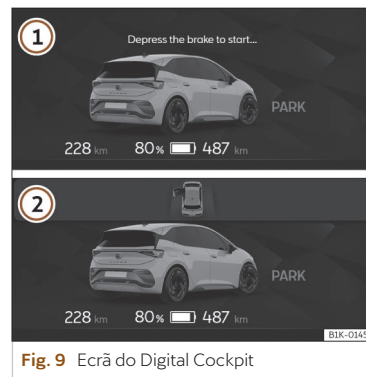

Fig. 9 Ecrã do Digital Cockpit
- Com o sistema de propulsão inativo, o Digital Cockpit mostra a imagem do CUPRA Born >>> **Fig. 9**